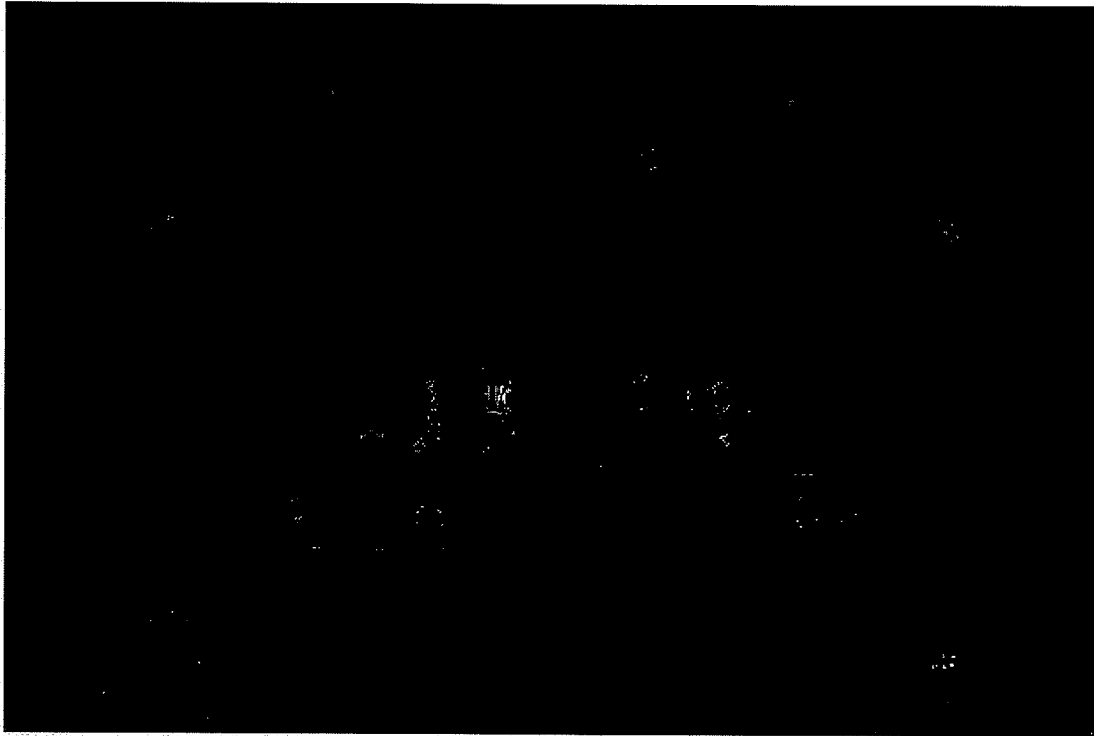

Figure 1
**PANNEAU DE COMMANDE DE MODELE BOOST 32****Commutateur à clé** (Cf. figure 1 et 2, A)
**Commutateur de vitesse de déplacement** (Cf. Figure 1 et 2, B)
**Commutateur de position de la tête** (Cf. Figure 1 et 2, C)
**Manette de commande de la solution** (Cf. Figure 1 et 2, D)
**Commutateur de marche avant** (Cf. figure 1 et 2, E)
**Commutateur de marche arrière** (Cf. figure 1 et 2, F)
**Indicateur de charge des batteries** (Cf. Figure 1 et 2, G)
**Coupe-circuits** (Cf. Figures 1 et 2, H-L)